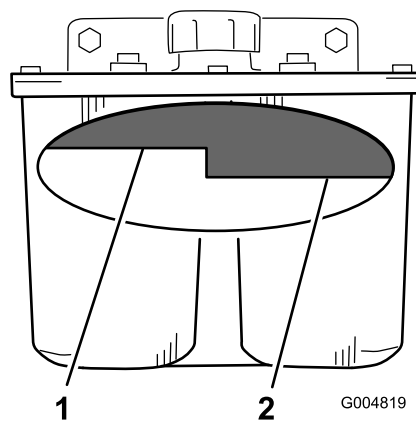

Figure 75
2. Nettoyez la surface autour du goulot de remplissage du réservoir hydraulique (Figure 75).
3. Enlevez le bouchon du goulot de remplissage et vérifiez si le réservoir contient du liquide (Figure 75).
**Remarque:** Lorsque l'huile est chaude, le niveau de liquide doit atteindre le haut du repère "à chaud" sur le déflecteur (Figure 75).